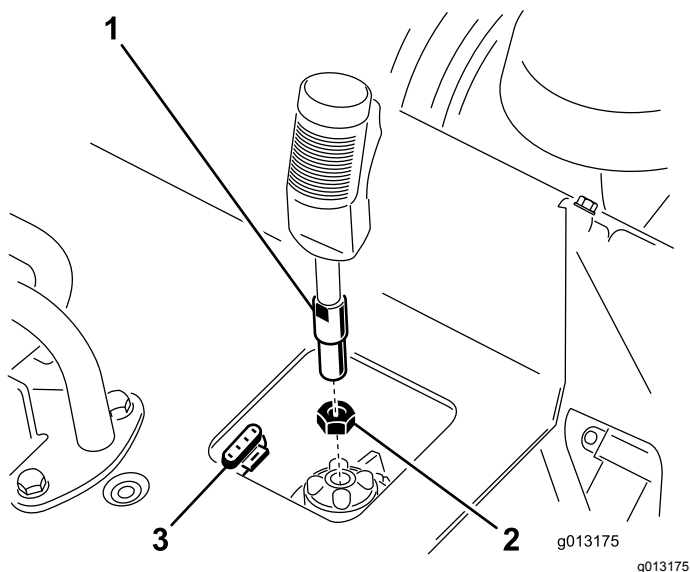

Figura 3
1. Inserite il controdado sulla leva di comando del fresa ceppi(Figura 3).
2. Inserite la leva di comando del fresa ceppi nella presa sul quadro di comando (Figura 3).
3. Con il dispositivo di azionamento orientato in avanti, serrate il controdado nella presa per fissare la leva in posizione (Figura 3).
4. Collegate il cavo sulla leva al connettore a 4 poli sotto il pannello di controllo (Figura 3).